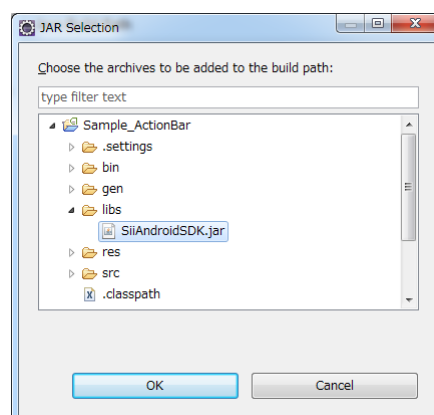

図 3-6
- (c) プロジェクトフォルダ(Sample\_ActionBar)を右クリックして、メニューから[Properties]を開きます。続けて[Java build Path] → [Libraries]タブ を表示させ、[Add JARs]ボタンをクリックし、(b)で配置した本ライブラリを選択します。(図 3-6)